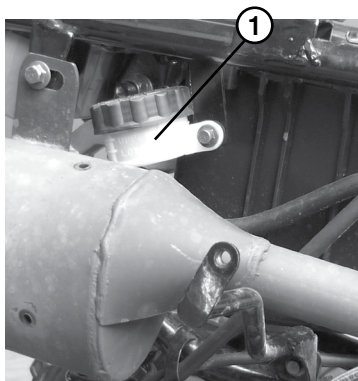

Рис. 15 Резервуар главного тормозного цилиндра.
Дисковый тормоз с гидравлическим приводом регулировки не требует. Осмотр тормозных колодок производится визуально. Визуальный контроль состояния тормозных колодок передних тормозов возможно осуществить только после снятия передних колес. Контроль уровня тормозной жидкости в резервуаре главного тормозного цилиндра (рис.15, поз. 1) осуществляется через прозрачный пластиковый корпус. Установите мотовездеход на горизонтальную поверхность; уровень жидкости должен находиться между верхней и нижней метками, нанесенными на корпус резервуара.
- снимите седло и выверните крышку резервуара главного тормозного цилиндра с диафрагмой. Резервуар расположен в зоне между воздухофильтром и глушителем (рис. 15, поз.1);